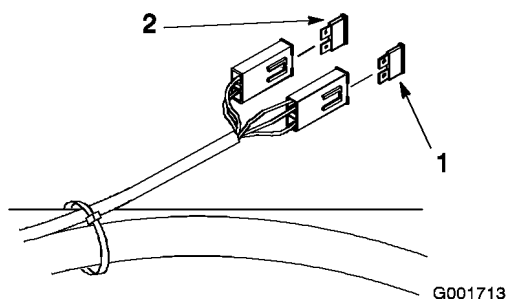

Figura 45
1. Sbloccate il sedile ed alzate lo per accedere al portafusibili (Figura 45).
3. Montate un fusibile nuovo (Figura 45).